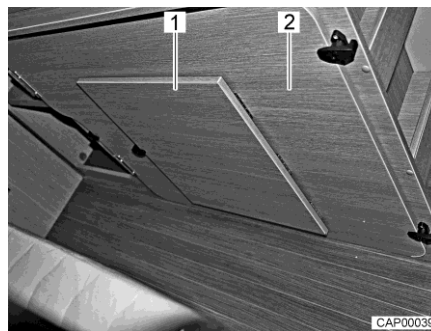

Bild 50 Einlegebrett am rechten
- Zusätzliches Einlegebrett (Bild 50,2) vom rechten Bettkasten im Heck abnehmen.
- Fußstütze (Bild 50,1) am Einlegebrett ausklappen.